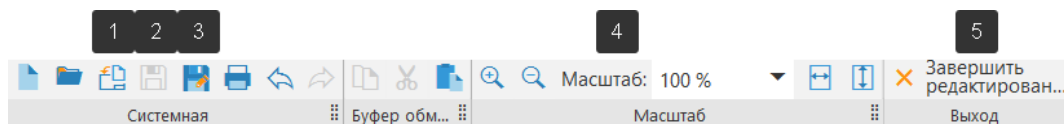

Рисунок 261 – Рисунок 261 Инструментальная панель
Сохранить технические требования в документ владелец – команда для сохранения технических требований в документ (1) (Рисунок 261).
Сохранить документ-владелец и технические требования – команда для сохранения технических требований в документ, а также записи самого документа на диск (2) (Рисунок 261).
Сохранить технические требования в файл – команда для сохранения технических требований в отдельный файл текстового документа КОМПАС-3D в формате .kdw или .txt (3) (Рисунок 261).
Масштаб – команда для изменения масштаба графической части (4) (Рисунок 261).
Завершить редактирование технических требований – команда для завершения работы в режиме технические требования (5) (Рисунок 261).